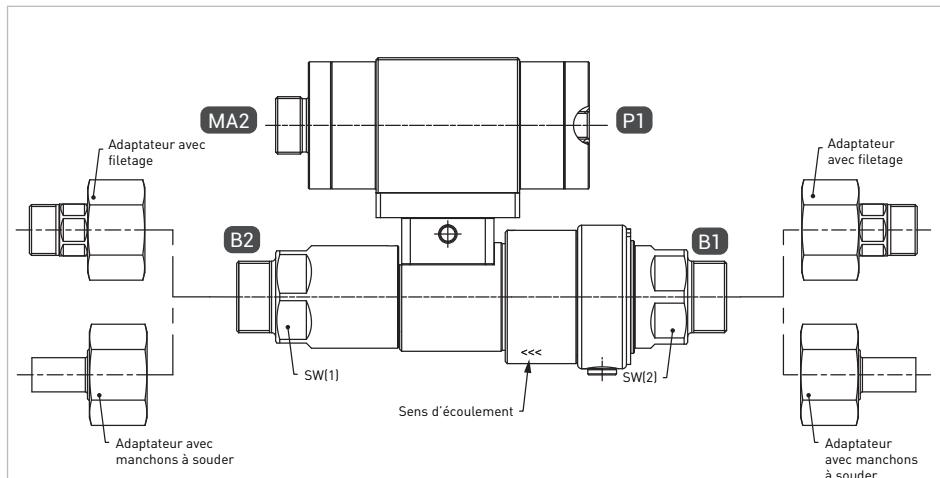

Figure 1
- ▶ Lors du montage de la vanne d'arrêt, exercez une contre-pression sur les méplats SW(1) et SW(2) (Figure 1 page 21) à l'aide d'une clé à fourche (SW45 ou SW46).
- Lors du montage de la vanne d'arrêt, exercez une contre-pression sur les méplats SW(1) et SW(2) (*Figure 1 page 21*) à l'aide d'une clé à fourche (SW45 ou SW46).